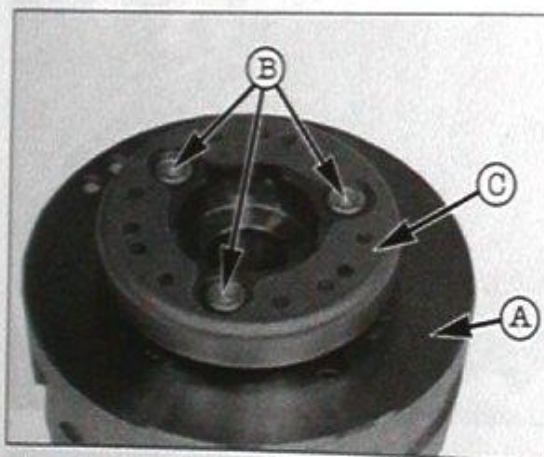

Bild 105
- Drei Innensechskantschrauben lösen und Starterkupplung vom Rotor abnehmen (Bild 105).